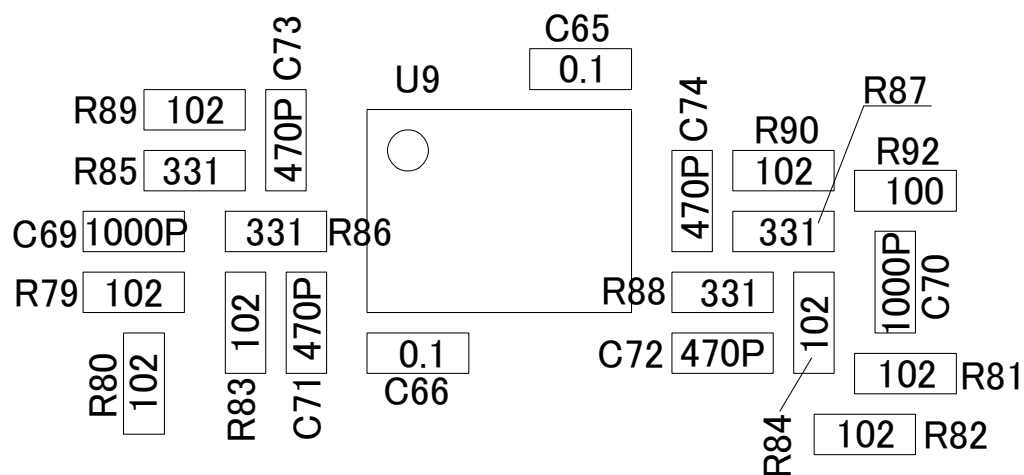

図 1. U9 周辺の部品実装
②部品を実装します。
- ・U9 (OPA1632) 周辺は図 1 を参考に部品を実装してください。